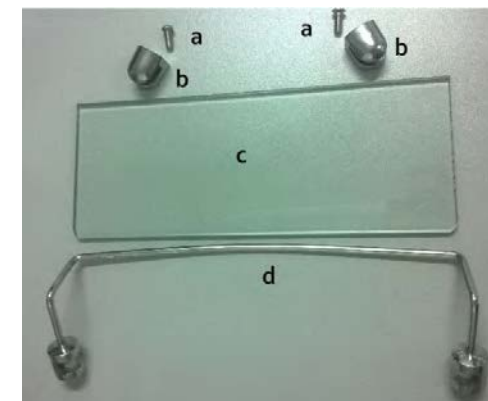

Рис.4
2.1. Сборка боковой стенки с аксессуарами (рис.4)
- Установите стеклянные полки /2/. С помощью винтов с шайбами и прокладками /a/, входящими в комплект полок, прикрепите держатели полки /b/ к задней стенке /1/ душевой кабины (рис.4).